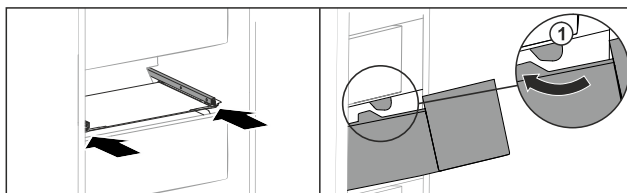

Fig. 160
- ▶ Predal speljite okrog zaustavljalnikov *Fig. 160 (1)*.